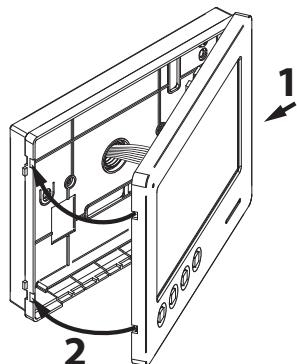

Fig. 7
- Una volta testato l'impianto ed effettuate le necessarie regolazioni, procedere alla chiusura del videocitofono come mostrato in **Fig. 7**: agganciarlo prima nella parte destra quindi nella parte sinistra fino allo scatto dell'incastro.